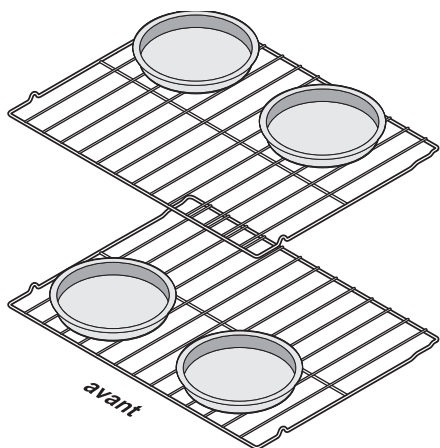

Figure 21 : Agencement des plats de cuisson pour obtenir les meilleurs résultats
- Pour de meilleurs résultats lors de la cuisson des gâteaux sur deux grilles voir à les placer en position 3 et 5 et disposer les plats comme indiqué dans Figure 21.